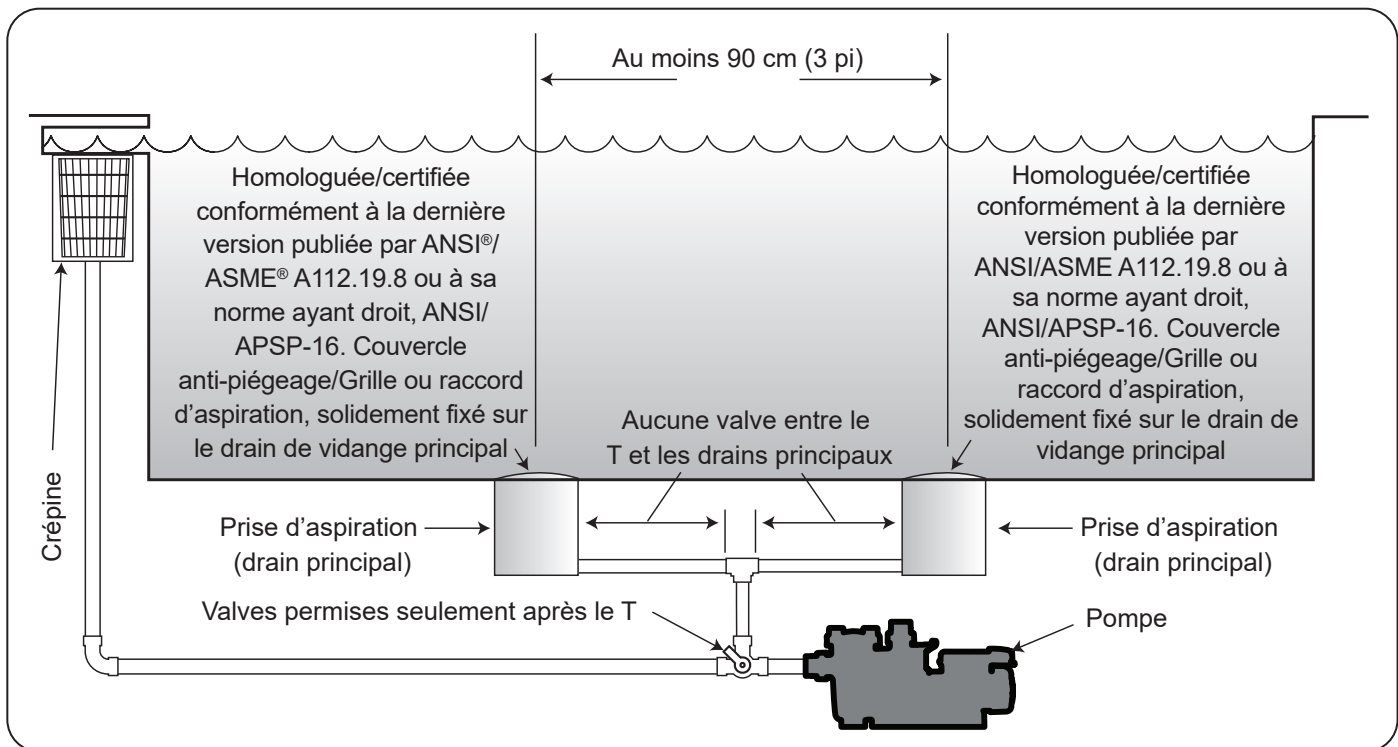

Figure 1. Nombre de prises d'aspiration par pompe
Nombre de prises d'aspiration par pompe : fournir aux moins deux (2) drains principaux hydrauliquement équilibrés avec les couvercles, en tant que prises d'aspiration pour chaque conduite d'aspiration de la pompe. Les centres des drains principaux (prise d'aspiration) sur n'importe quelle conduite d'aspiration doivent être situés à au moins 90 cm (3 pi) de distance, centre à centre. Reportez-vous à la Figure 1.
Le système **doit** être construit pour inclure au moins deux (2) prises d'aspiration (drains) raccordées à la pompe lorsqu'elle fonctionne. Cependant, si deux (2) drains principaux deviennent une seule conduite d'aspiration, celle-ci peut être dotée d'une valve qui verrouille les deux drains principaux de la pompe. Le système sera construit de manière à ne pas permettre un verrouillage séparé ou indépendant, ni l'isolation de chaque drain. Reportez-vous à la Figure 1.